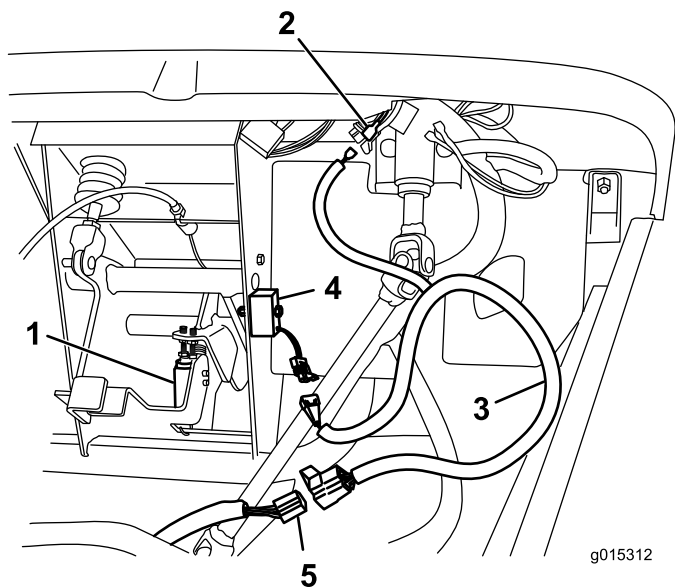

Figura 1
1. Fissate il modulo di avviamento a chiave al telaio del gruppo pedale con un bullone (1/4 x 1-3/8 poll.) e un dado flangiato (1/4 poll.) come illustrato in Figura 1.
2. Scollegate il connettore del cablaggio fili esistente dall'interruttore a pedale (Figura 1).
3. Individuate il cablaggio di avviamento chiave anteriore nelle parti sciolte (Figura 1).
unite l'estremità opposta al connettore di cablaggio fili esistente (Figura 1).
5. Individuate il conduttore isolato sull'avviamento a chiave indicato nel cablaggio esistente. Collegare il conduttore isolato di avviamento a chiave sul cablaggio di avviamento a chiave anteriore al conduttore isolato indicato sul veicolo (Figura 1).